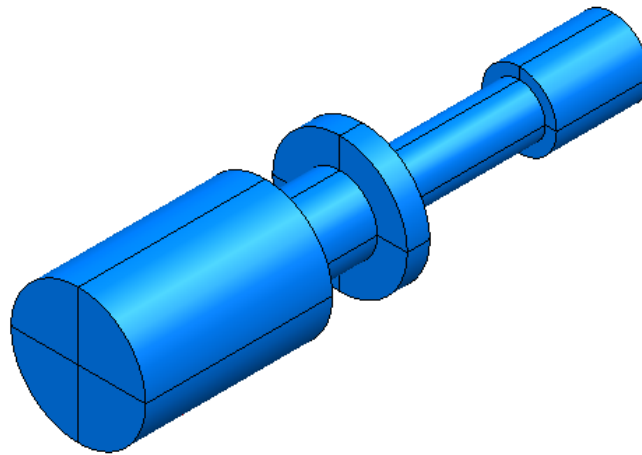

Figura 2.73 Eje.
- Seleccionar el modelo de alambre con un recuadro y luego de la Barra de Herramientas Superficie , seleccionar Superficie de revolución . Seleccionar la vista ISO 1  (Figura 2.73).